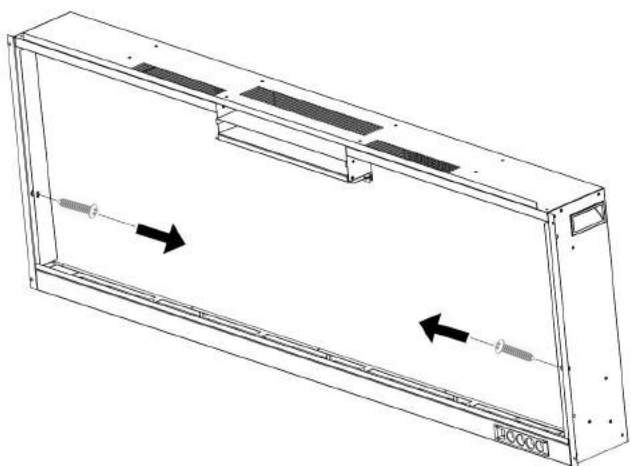

Fig. 2-1
A. Zdejmij śruby (1 na stronę) z boków kominka. Odlóż śruby na bok (Rys. 2-1)